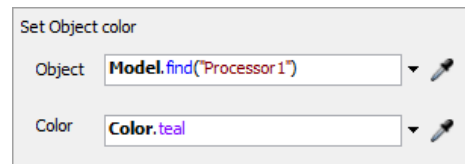

Fig. 18. Set Object Colour
4. **Set Object Colour** – permet de définir la couleur de l'objet sélectionné dans le champ Object (fig. 18).